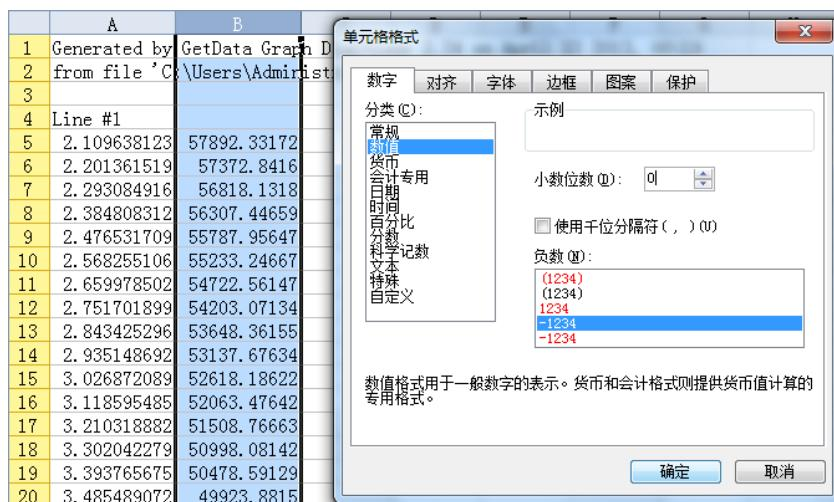

图 21.20 数据取整
- 2) 如图 21.20 所示, 选中幅值数据所在的 B 列, 设置单元格格式, 在数字 → 数值处, 将小数位数改为 0, 完成数据的取整操作。